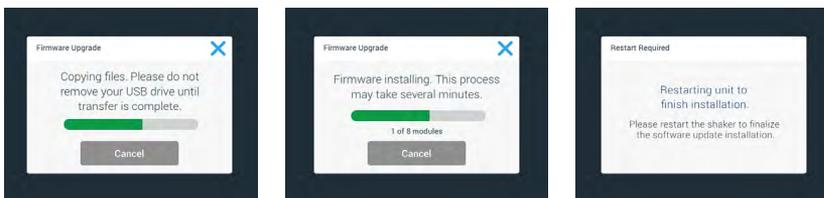

图 118: 固件升级安装消息
15. 将显示各种消息，通知您安装进度，如图 118 所示。